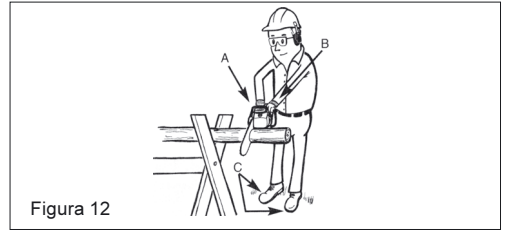

Figura 12
4. Serrar sobre un caballete (Figura 12):